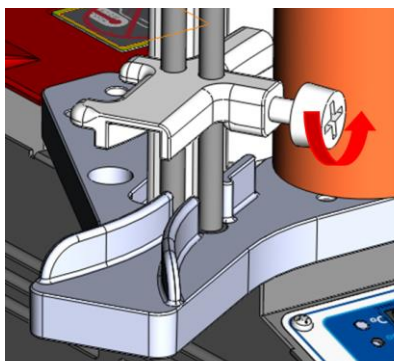

Fig4
- Uvolněte šroub (Fig4) a založte vzorek hrany